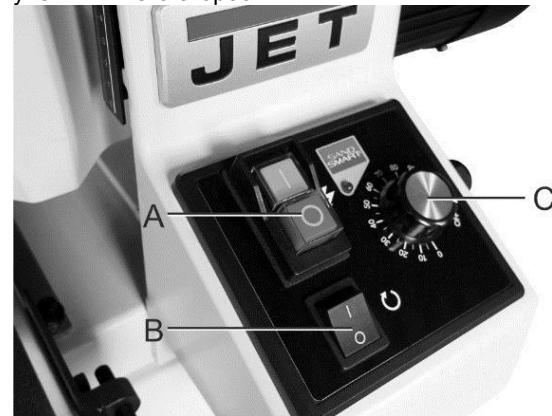

Рис. 9-1: панель управления.
2. Включите главный выключатель, нажав на кнопку (A, Рис. 9-1).
3. Включите клавишный выключатель (B, рис. 9-1), чтобы запустить двигатель барабана.
4. Поверните тумблер транспортера (C, Рис. 9-1) по часовой стрелке, чтобы запустить транспортер и увеличить его скорость.